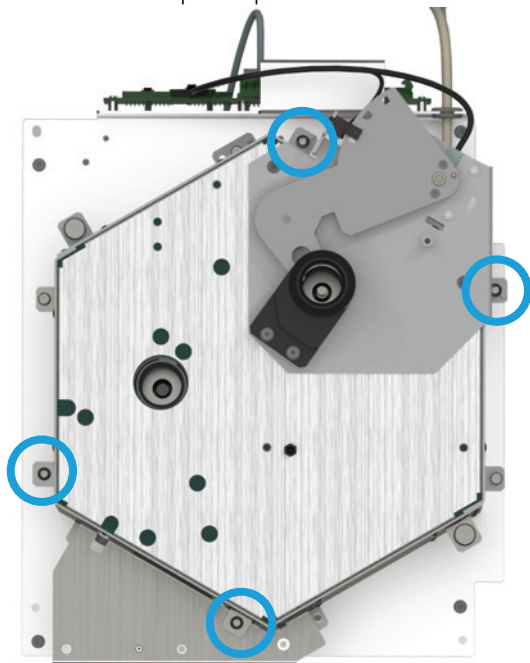

Figura 12. Remova os parafusos Torx T-20 do conjunto do topo do forno
- a Remova os quatro parafusos Torx T-20 da unidade do topo do forno (**Figura 12**).